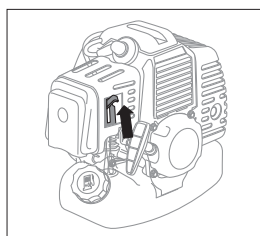

fig. 9
4. Mettez un levier de l'aérateur à registre en position supérieur - |/"Fermé" (fig. 9).
7. Mettez le levier de l'aérateur à registre (fig. 9) en position moyenne.